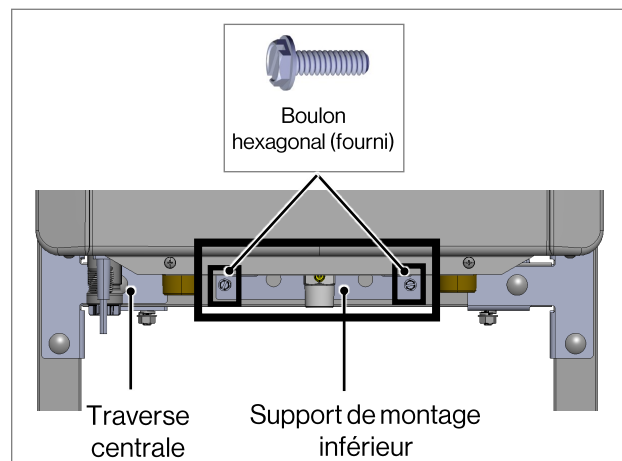

Fig. 12
10. Fixez le support de montage inférieur à la traverse centrale à l'aide de deux (2) boulons hexagonaux (fournis) (Fig 12).